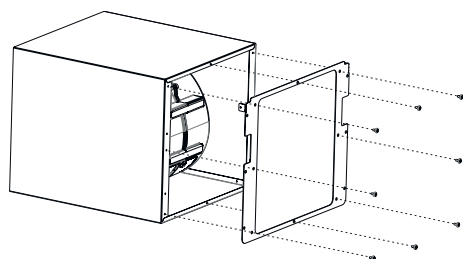

Fig. 15
6. ➤ Fjern adapter rammen på motorkabinettet med 8 stk. 3,5x6,5 skruer (Fig. 15).